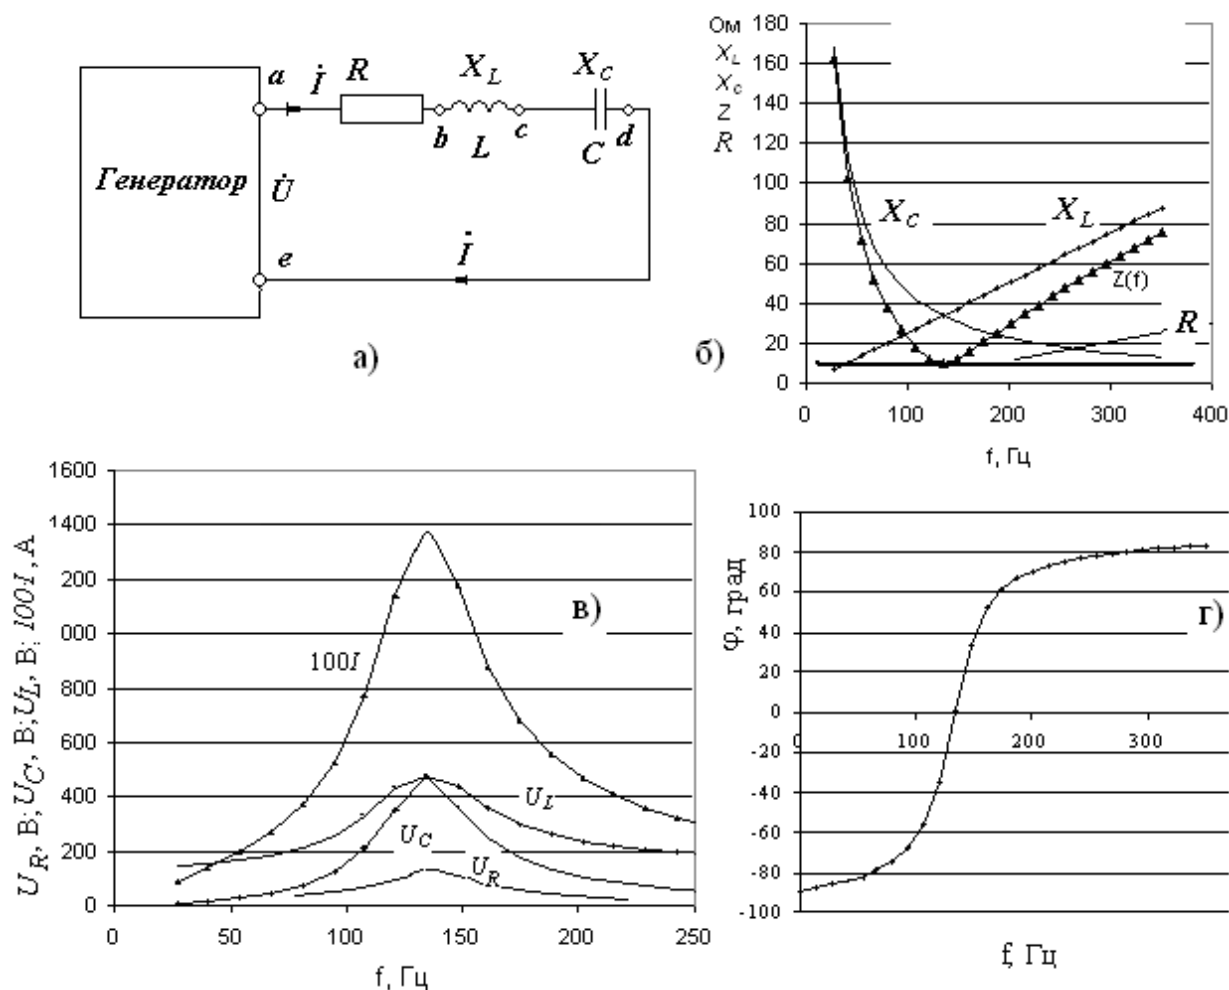

Рис. 2.2. Схема (а) и характеристики (б, в, г) к задаче № 2.2
- выбираем масштабы для векторов напряжения и тока (рис. 2.2, б, в), например, 1 см - 1 А; 0,5 см - 100 В;
Для электрической схемы, соответствующей номеру варианта и изображенной на рис. 2.2, выполнить следующие этапы расчета.
1. Зарисовать схему (рис. 2.2, а).
15. Построить зависимости $I(f)$, $U_R(f)$, $U_L(f)$, $U_C(f)$ и провести их анализ в различных диапазонах частот (рис.2.2, в).
16. Построить фазочастотную характеристику – зависимость сдвига фаз между напряжением U на клеммах генератора и током I в цепи от частоты f генератора: $\varphi(f) = \arctg[(X_L - X_C)/R]$ (рис. 2.2, з).